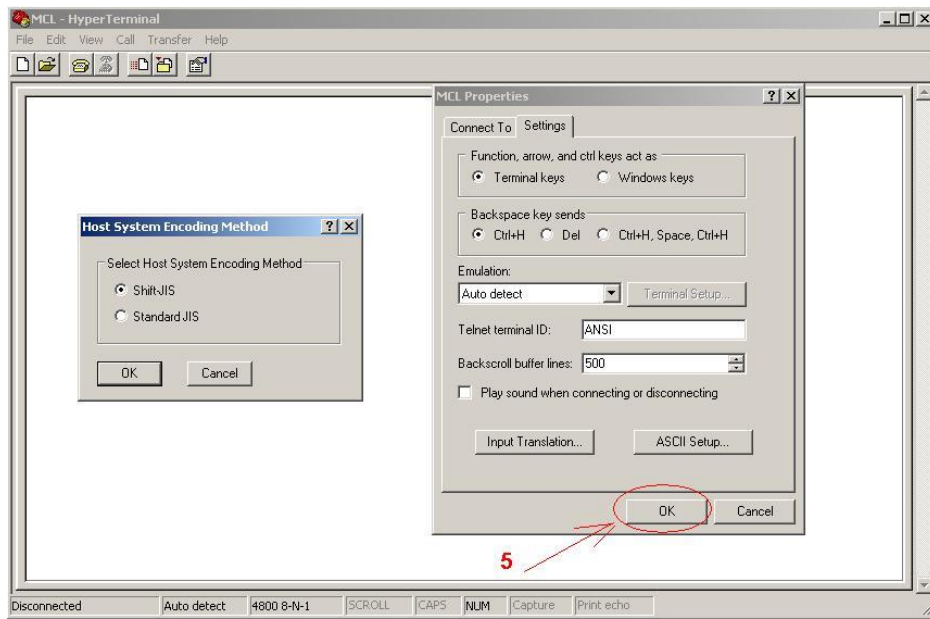

Рис. 8
6. Нажмите кнопку «OK» как показано на рис. 8;